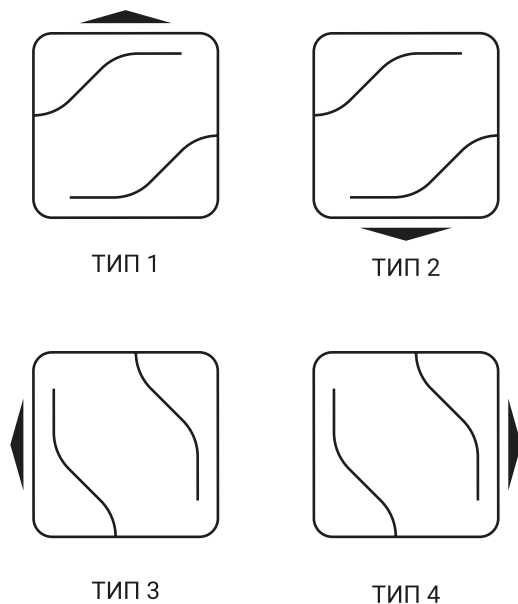

Рисунок 6.1. Типы размещения устройства
2. Выберите тип размещения устройства, исходя из желаемого направления потока воздуха (рис. 6.1).